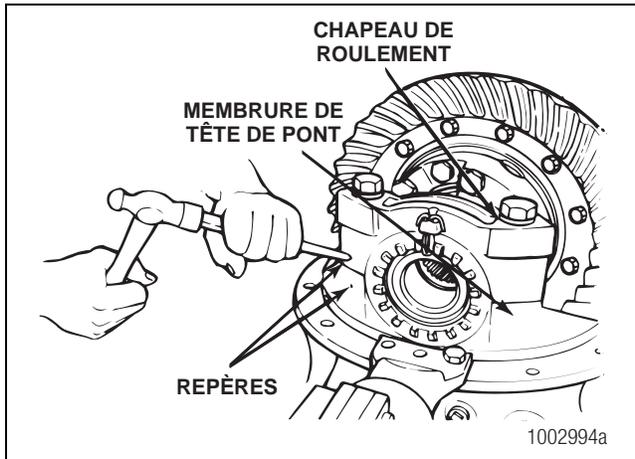

Figure 3.12
4. En vue du remontage, repérer une des membrures de la tête de pont par rapport au chapeau de roulement. Marquer les pièces à l'aide d'un poinçon et d'un marteau. Figure 3.12.